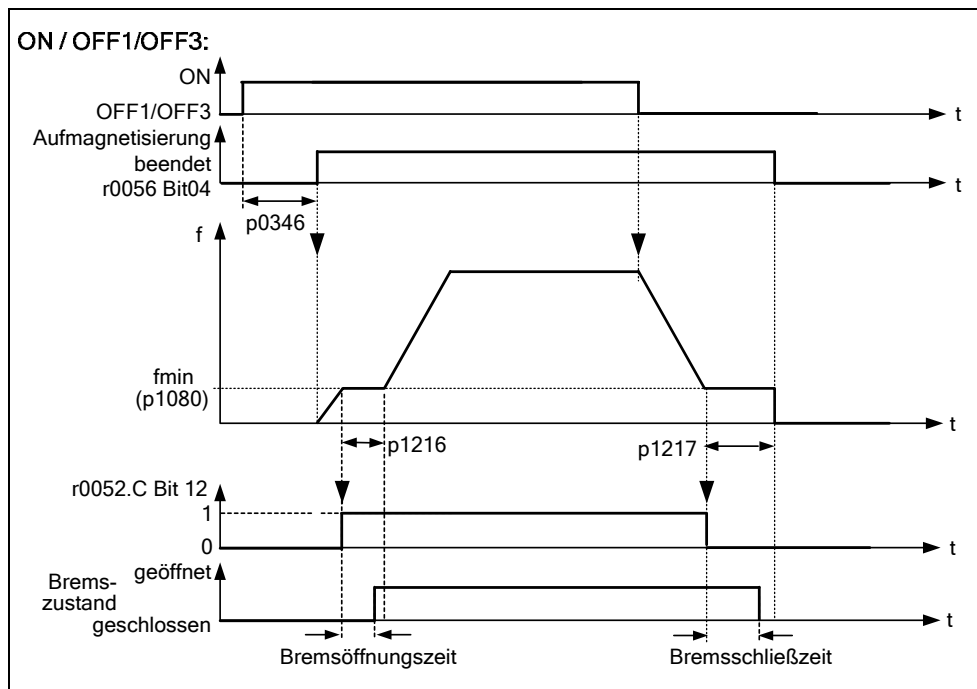
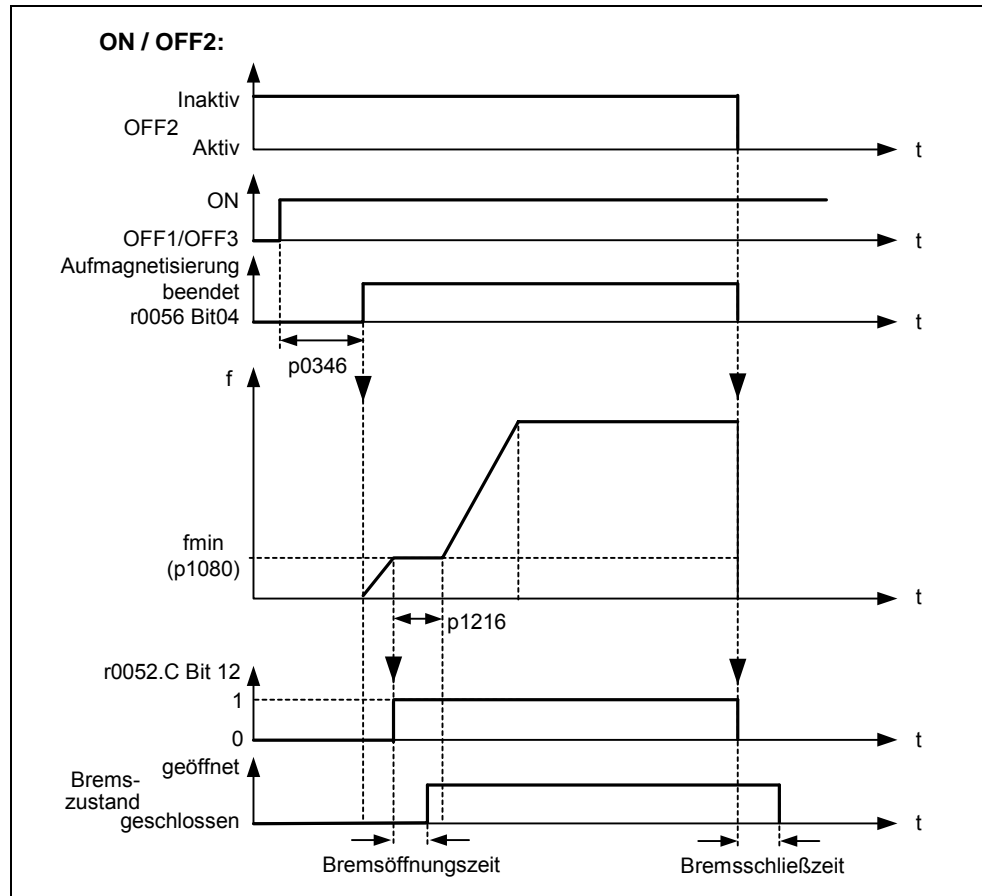

Bild 3-68 Motorhaltebremse nach EIN / AUS1
Bild 3-69 Motorhaltebremse nach AUS2
Vor dem Öffnen der Bremse muss die Impulssperre aufgehoben und ein Strom eingepreßt werden, der den Antrieb in der augenblicklichen Position hält. Der eingepreßte Strom wird dabei durch die min. Frequenz P1080 bestimmt. Ein typischer Wert hierfür ist der Motornennschlupf r0330. Um die Motorhaltebremse vor einer dauerhaften Beschädigung zu schützen, darf der Motor erst, nachdem die Bremse gelüftet hat (Lüftzeiten von Bremsen 35 ms ... 500 ms), weiter verfahren werden. Diese Verzögerung muss im Parameter P1216 "Freigabeverzögerung Haltebremse" berücksichtigt werden (siehe Bild 3-68).
Das Schließen der Motorhaltebremse wird entweder durch AUS1 / AUS3 oder AUS2 eingeleitet. Bei AUS1 / AUS3 wird der Motor bei Erreichen der min. Frequenz P1080 solange mit dieser Frequenz beaufschlagt bis die Bremse eingefallen ist (Einfallzeiten von Bremsen 15 ms ... 300 ms). Die Dauer wird über den Parameter P1217 "Rückhaltezeit Haltebremse" vorgegeben (siehe Bild 3-68). Wird hingegen ein AUS2-Befehl ausgelöst, so wird unabhängig vom Antriebszustand das Zustandssignal r0052 Bit 12 "Motorhaltebremse aktiv" zurückgesetzt. D.h., Bremse fällt unmittelbar nach AUS2 ein (siehe Bild 3-69).
- ◆ Zum Öffnen/Schließen steuert der digitale Ausgang an Punkt 1/2 (siehe Bild 3-68) die Motorhaltebremse an. Voraussetzung ist, die Aktivierung der Motorhaltebremse P1215 als auch die Auswahl der Motorhaltebremse beim Digitalausgang.